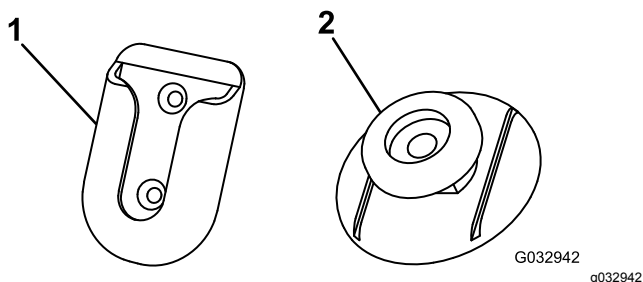

Bild 25
3. Reinigen Sie die Rückseite der Drehbefestigung (Bild 25) mit dem Alkoholwischtuch und trocknen sie.
7. Entfernen Sie das Trägermaterial von einer Seite des Klebematerials und bringen es an der Rückseite der Befestigungsnase an (Bild 25).